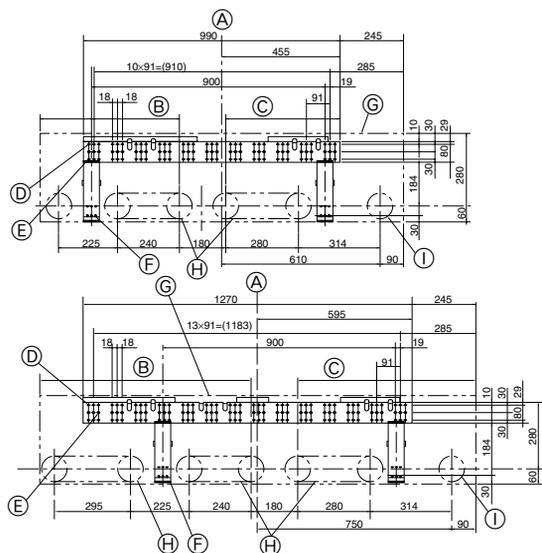

Fig. 3-2
①	Vægbeslag	1	Fastgjort på bagsiden af enheden
②	Selvkærende skrue 4 x 35	12	Indeni enheden
③	Isoleringsmateriale	2
④	Bånd	4 (stor) + 3 (lille)
⑤	Filtbånd	3
⑥	Drænmuffe	1
⑦	Trådløs fjernbetjening	1
⑧	Fjernbetjeningsholder	1
⑨	Alkaliske batterier	2
⑩	Konisk møtrik	RP100 RP60, 71 P60-100
3.2. Installering af vægbeslaget (Fig. 3-2)